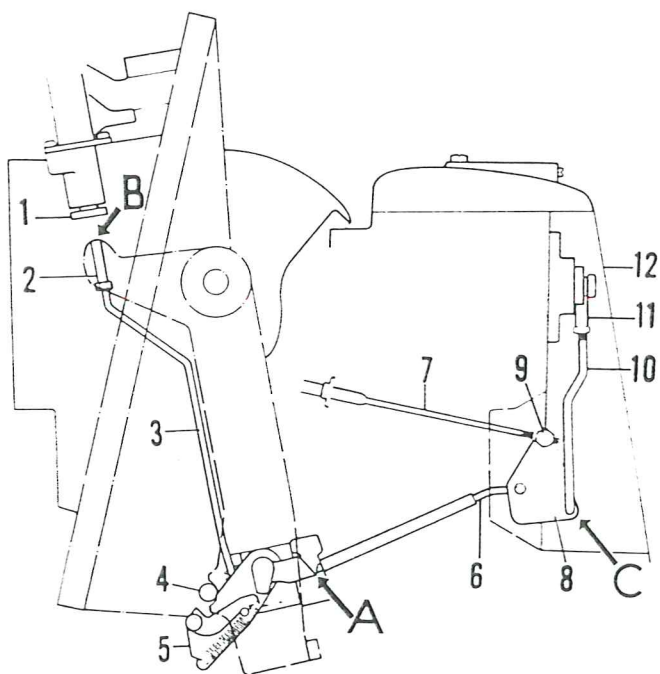

Fig. 49
8. Kontrollera att manöverspakens och drevets växelhävarm står i neutralläge. Lossa låsmuttern för gaffeln 11, fig 49 och vrid gaffeln på växelstångens 10 gänga så att den vid anslutning till växelhävarmen ger backspärrstången 6 sådant läge att den kommer i kontakt med (utan att trycka) backhakens bygel vid "A". Lås gaffeln 11 med låsmuttern i detta läge. (Backspärrstången 6 får alltså ej ha något glapp i axiell led).
10. Drag ned backhaken mot anslaget (stoppklackarna) på lagringen (43, fig. 58) och lossa låsmuttern till tryckhylsan 2, fig. 49. Justera tryckhylsan med backhaken fortfarande neddragen så hylsan kommer i nivå eller max 0,5 mm under gaffelns kontur, se B fig. 49. Lås tryckhylsan med kontramuttern. Tryck därefter fram drevet mot ställpinnen och kontrollera att inte tryckstängens 3 övre ända är i kontakt med lyftens tryckplatta. Lyften 1 skall vid uppfällning frikoppla backhaken.